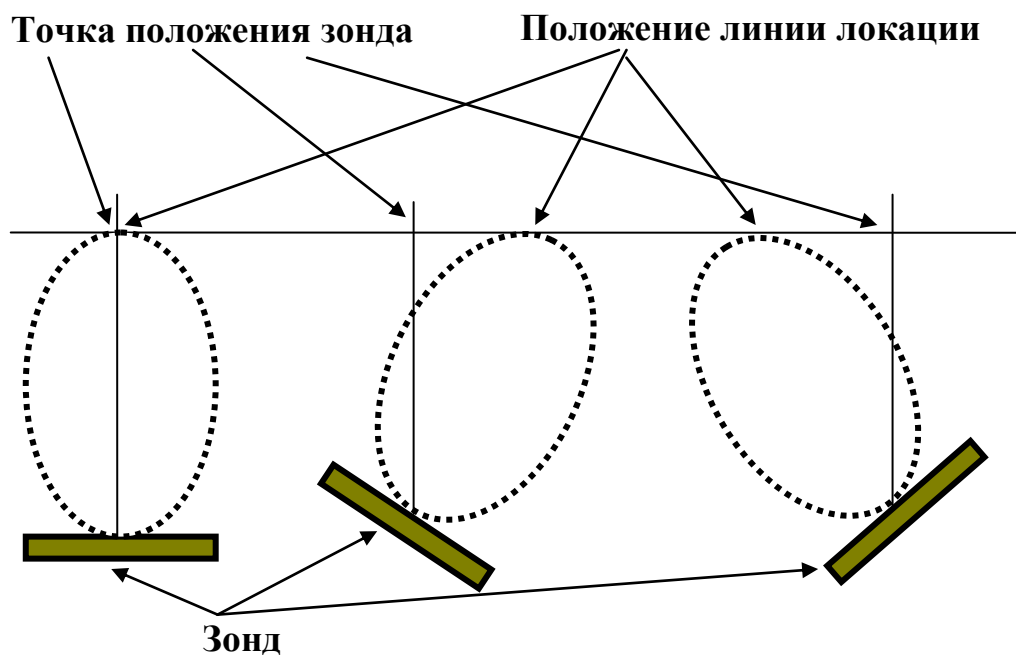

Рис. 3. Положение линии локации и точки зонда.
5. Пересечение линии локации с линией направления даст точку. Если от данной точки отмерить, вдоль линии направления, дальность, полученную при замере (см.п.2), то можно определить точку местоположения зонда. Зонд будет находиться точно под точкой пересечения линии локации и линией направления только при угле наклона зонда равным нулю. При других углах наклона зонда точка нахождения зонда будет смещена от точки пересечения вдоль линии направления. Данное смещение и определяется дальностью, полученной при замере (см. п.2). Рис. 3 поясняет данную ситуацию.